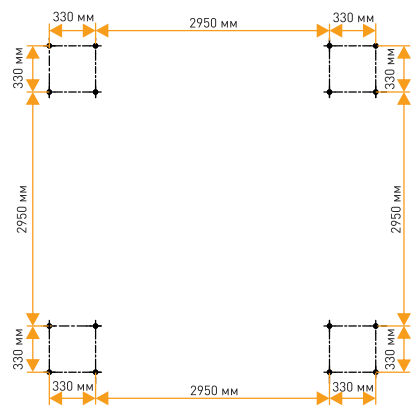

рис. 4
1. Выравнивается и размечается площадка под установку полигона. Сверлятся отверстия под анкера М16 (рис. 4).